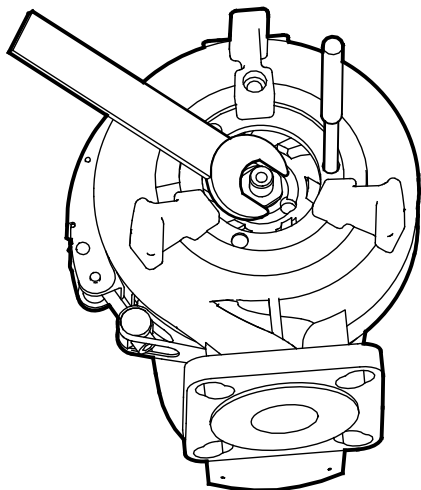

Рис. 7 Регулировка зазора рабочего колеса
- Регулировка зазора рабочего колеса показана на рис. 7.